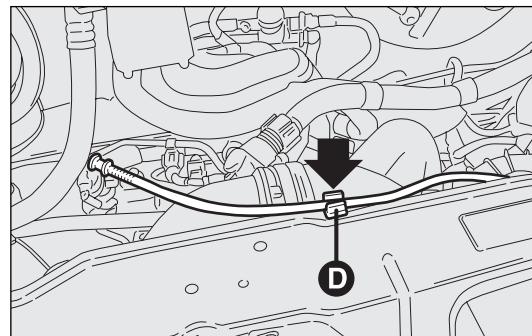
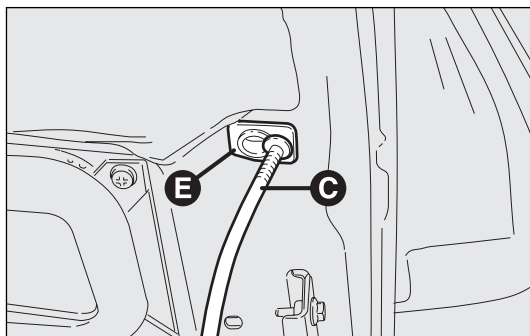

fig. 131
fig. 132
- soulever le capot et en même temps dégager la béquille de soutien fig. 131 de son dispositif de blocage D, puis engager l'extrémité C-fig. 132 de la béquille dans l'emplacement E du capot.
- ❑ tenir le capot soulevé d'une main et de l'autre enlever la béquille C-fig. 132 du logement E et la remettre dans son dispositif de blocage D-fig. 131 ;